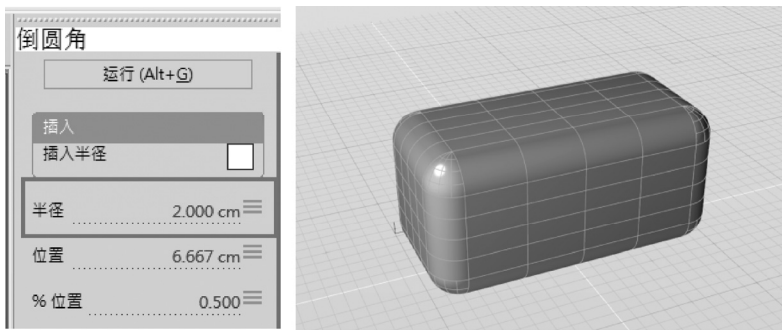

图 4-155 更改半径值（左），单击“运行 (Alt+G)”按钮获得新的倒角半径结果（右）
3) 保持对象处于选中状态，在控制面板中，还可以继续修改倒圆角半径。将“半径”参数调整为“2cm”，此时选中对象并不会即时更新，需要单击控制面板上的“运行 (Alt+G)”按钮，才能执行刚才的参数设定，如图 4-155 所示。